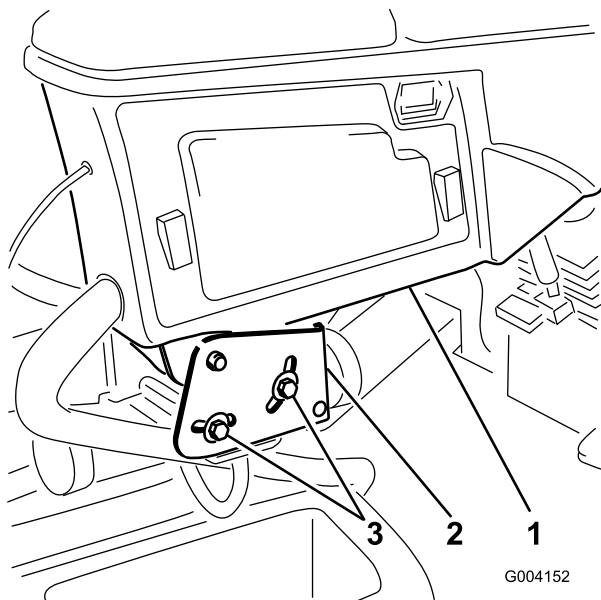

Figura 3
1. Slăbiți cele 2 uruburi care fixează braul de control pe suport (Figura 3).